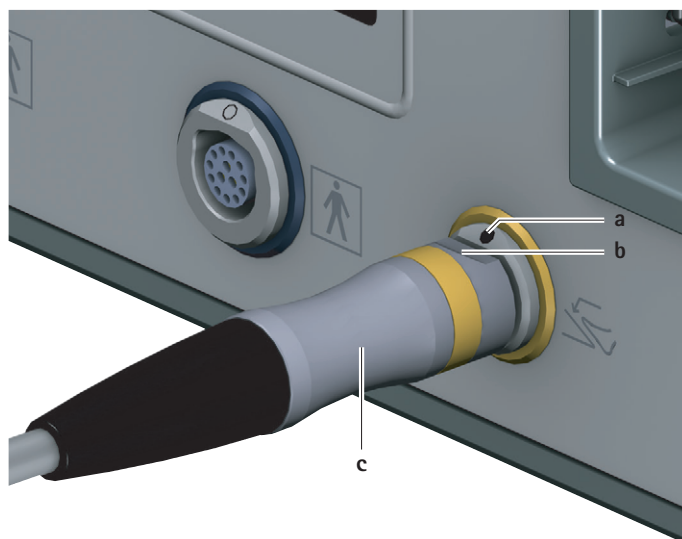

Рис. 2 Подсоединение блока ножного управления
- Выворачивать штекер блока ножного управления с так, чтобы маркировка b на штекере соответствовала маркировке a на гнезде блока ножного управления 6, см. Рис. 2.
- Вытянуть штекер блока ножного управления с из гнезда блока ножного управления 6, см. Рис. 2.